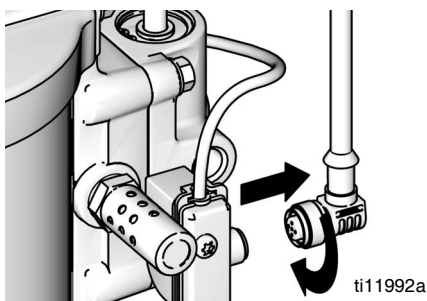

図 10. DataTrak の接続を外す
1. リードスイッチアセンブリの背面からケーブルのネジを外します。図 10 を参照ください。